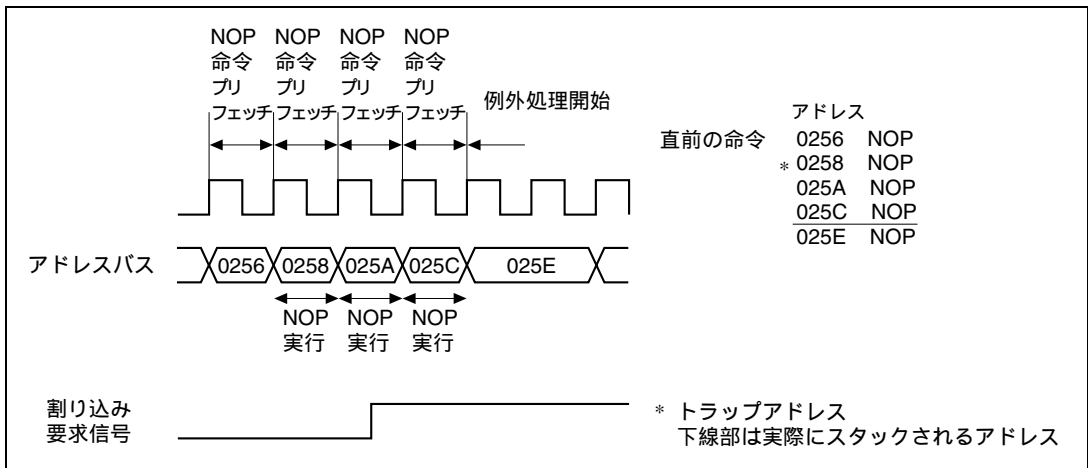

図 27.4 基本動作 (3)
- (3) トラップアドレスの直前の命令が1ステート命令または2ステート以上の命令で命令の最後のステートでプリフェッチを行なう場合を図27.4に示します。スタックされるアドレスは025C番地です。